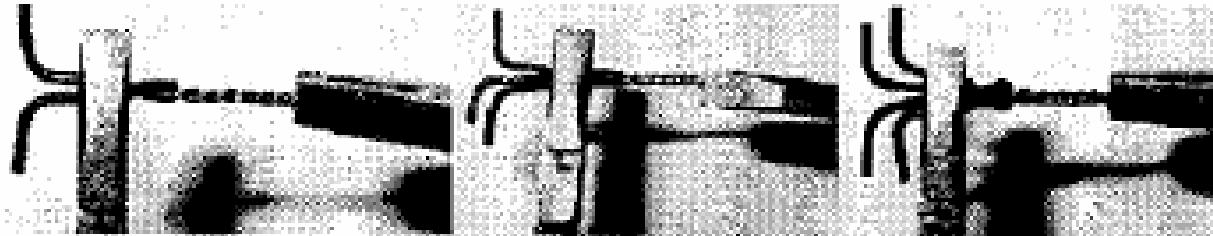

Figura 10.23
4. Termine a emenda com auxílio de outro alicate (**figura 10.23**).